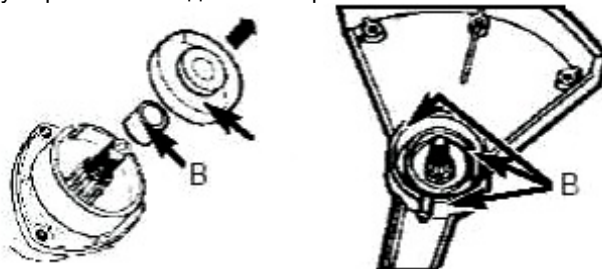

Рис.3
- Снимите защитную муфту от намотки (A) с кожуха штанги (Рис.3).
- Установите защитный щиток сверху на кожух и выровняйте отверстия на щитке и кожухе до совпадения. Вставьте винты (B) как указано (Рис.3) и надежно затяните.
- Установите защитную муфту (A). Убедитесь, что муфта села на место, иначе она будет тереть кожух.